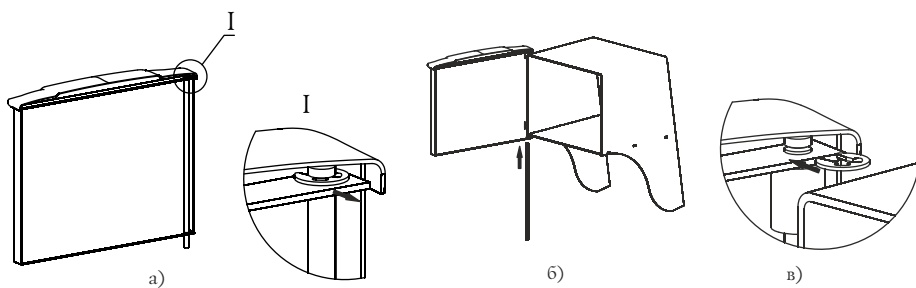

Рисунок 4. Установка дверцы при монтаже печи.
Установка дверцы на печи модели «Бирюса 2013» и производится следующим образом (рисунок 4):
1. Извлеките ось из дверцы, предварительно сняв упорную быстросъемную шайбу, рисунок 4а;
3. Вставьте ось через отверстия снизу вверх, с расположением канавки под шайбу в верхней части оси, рисунок 4.б;
4. Установите упорную быстросъемную шайбу в канавку на оси, рисунок 4.в